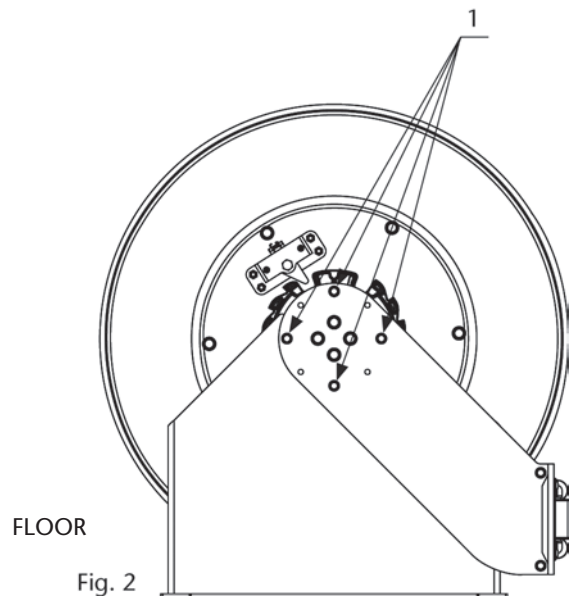

Fig. 2
To position these guide arms, loosen and remove the screws (1) (fig. 2) in both arms. At this moment, the spool and the guide arms become loose from the reel frame. Then, just position the guide arms in the desired position and fix them with the same screws.
Para posicionar los brazos guía, es necesario aflojar y quitar los tornillos (1) (fig. 2) en ambos brazos. En ese momento el tambor junto con los brazos guía quedan sueltos del bastidor. Se procede entonces a cambiar los brazos a la posición deseada y a volver a fijarlos con los mismos tornillos.
Pour positionner les bras de guidage du flexible il est nécessaire de desserrer et de retirer les vis (1) (fig. 2) des deux bras. A cette étape, le tambour et le bras de guidage sont désolidarisés du cadre. Placer ensuite les bras à la position désirée et refixez-les avec les mêmes vis.
Um die Führungsarme in die gewünschte Stellung zu bringen, müssen die Schrauben (1) (Abb. 2) an beiden Armen gelöst und entfernt werden, so dass die Trommel zusammen mit den Führungsarmen vom Rahmen getrennt ist. Daraufhin können die Arme in die gewünschte Stellung gebracht und mit denselben Schrauben wieder befestigt werden.